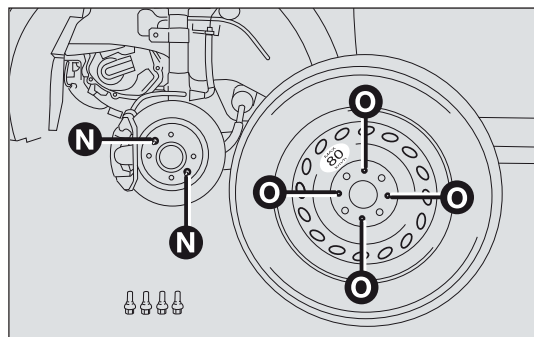

fig. 126
- ☐ monte la rueda de repuesto haciendo coincidir el perno N-fig. 126 con uno de los orificios O presentes en la rueda;